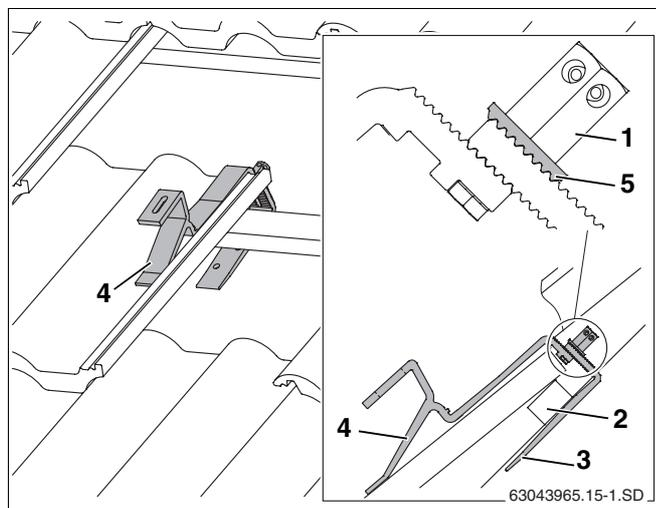

Рис. 13 Установленные кровельные крюки (для наглядности изображены не все элементы черепицы)
- Установить крюки так, чтобы передняя подпорка легла во впадину черепицы (рис. 13, поз. 4).
- Сдвинуть вверх нижнюю часть кровельного крюка (рис. 13, поз. 3) так, чтобы она прилегала к обрешетке крыши (рис. 13, поз. 2).
- Затянуть гайки (рис. 13, поз. 1). Для этого вставить ключ SW5 в отверстие гайки и повернуть его.
Зубчатая подкладная шайба (рис. 13, поз. 5) должна войти в зацепление с нижней частью кровельного крюка.